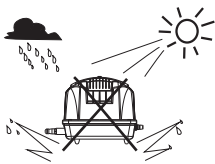

Рис. 1
3. Компрессор не может быть установлен в условиях высокой температуры, солнечного света, дождя, выщелачивания воды, пыли и т.д. (Рис. 1)